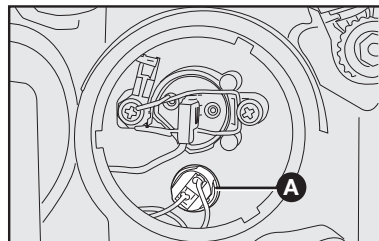

fig. 39
- 2) tirar del portalámpara **A-fig. 39** para quitarlo de su alojamiento;